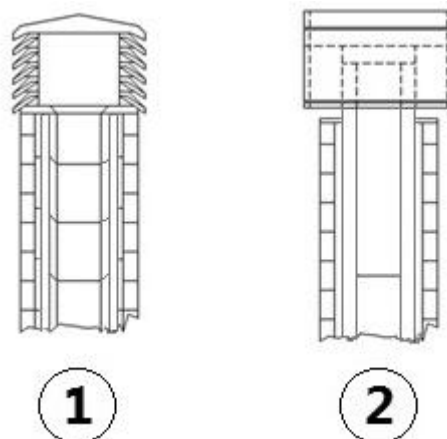

Fig. 6 - Windbestendige schoorsteenpotten
- Er wordt geadviseerd een windbestendige schoorsteenpot te gebruiken, zie **Fig. 6**.
- Extern rookkanaal dat tot stand gebracht is met uitsluitend geïsoleerde inox-buizen, dus met dubbele wand minimaal Ø100/120 mm: Het geheel is goed aan de muur verankerd. Met windbestendige schoorsteenpot (zie Fig. 6).